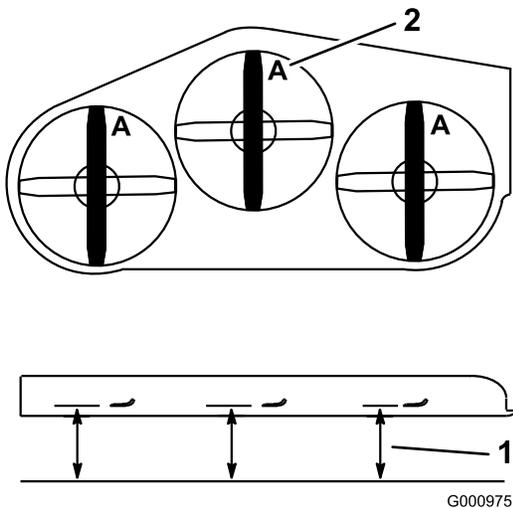

Figure 90
- Tournez les lames dans le sens longitudinal (Figure 90). Mesurez la distance entre la surface plane et le tranchant (position **A**) des lames (Figure 90). Notez cette valeur.